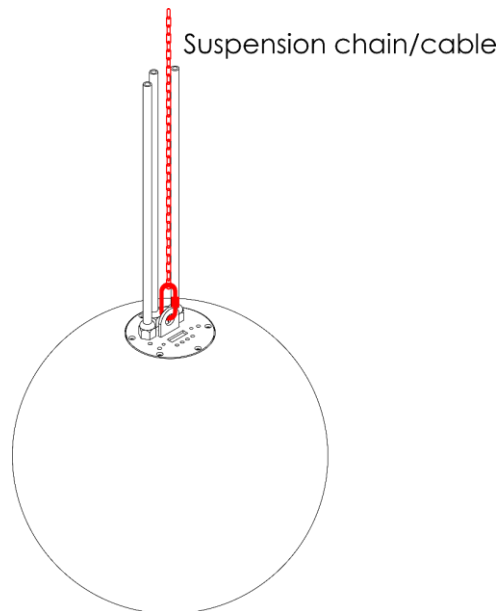

Fig. 05
Utilice una cadena o cable de suspensión apropiado para colgar el dispositivo. Asegúrese de que el cable o la cadena de suspensión puedan soportar 10 veces el peso de la unidad Illumisphere 30. Sujete la cadena o el cable de suspensión a la **anilla para el cable de suspensión (08)**, véase la Fig. 05.